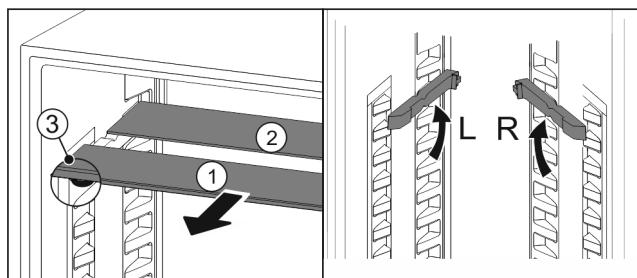

Fig. 99
- Extragăti Fig. 99 (1) pe rând plăcile de sticlă spre înainte.
- Placa de sticlă Fig. 99 (1) cu șipca decorativă se află în față.
- Opritoarele Fig. 99 (3) indică în jos.